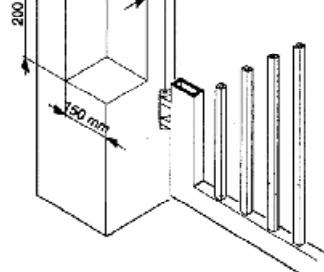

Рис. 6
размерами В и А не должна превышать 40 мм, несоблюдение этого условия приведет к большой разнице линейных скоростей в фазах “Открывания” и “Закрывания”. Если расстояние D не позволяет установить привод и задний кронштейн укорочен максимально, выберите нишу в столбе как показано на рис. 6. В таблице 1 приведены примеры размеров В и А.
- зафиксируйте задний кронштейн к стене к пластине (в комплекте не прилагается) с размерами указанными на рис. 6 сваркой;